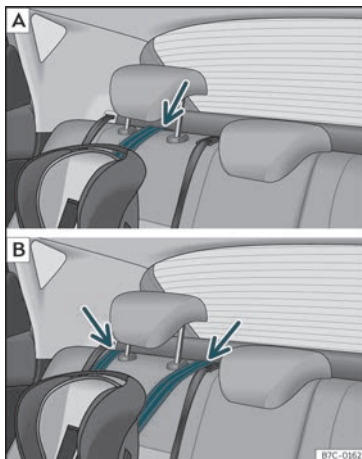

Fig. 27 Seients posteriors:ajust i muntatge en funció del cinturó Top Tether.
- Col·loqueu la corretja per sota del reposacaps del seient posterior >>> **fig. 27** (en funció de les instruccions de la mateixa cadira, aixequi o retireu el reposacaps si és necessari).